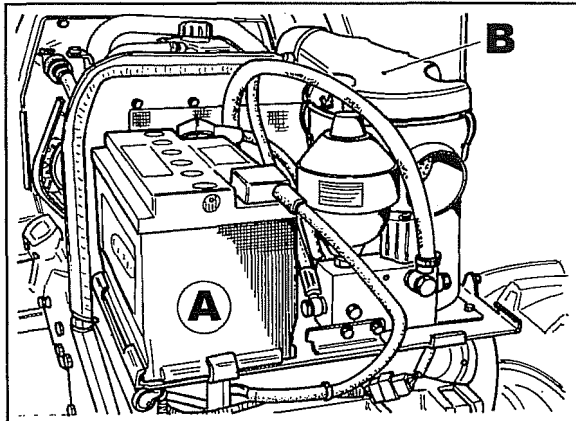

Abb. 5
3. Die Motorhaube abmontieren, die Batterie **A** Abb. 5 entfernen und die Kühlerhaube **B** des Luftfilters entfernen.